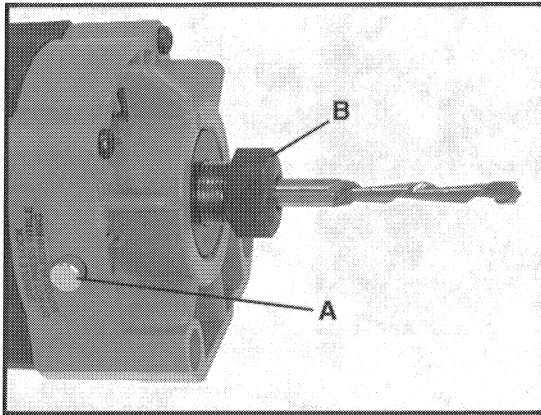

Fig. 2
2. Empuje el cerrojo de eje (A) Fig. 2, y gire la tuerca de boquilla (B) Fig. 2, a mano en el mismo sentido del movimiento de las manecillas del reloj hasta que el cerrojo enganche el eje del motor.